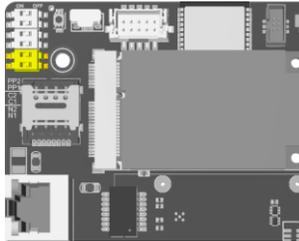

Fig. 6-3 Position des interrupteurs DIP N1/N2
3. Localisez les interrupteurs DIP **N1** et **N2** (voir **fig. 6-3**).